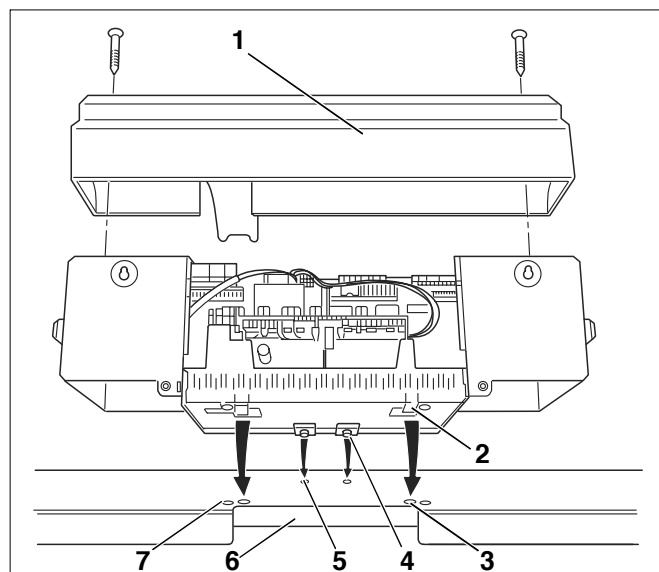

Fig. 27 Montarea aparatului de reglare
În figura 27 sunt reprezentate aparatul de reglare și capacul din față (fig. 27, **poz. 1**), văzute din spate.
- Slăbiți cele două șuruburi din capac (fig. 27, **poz. 1**). Îndepărtați capacul trăgându-l în sus.
- Montați aparatul de reglare împingându-l în față, introducând cârligele (fig. 27, **poz. 4**) în orificiile ovale ale capacului din față al cazanului (fig. 27, **poz. 5**).
- Trageți în față aparatul de reglare, apoi rabatați-l în spate. Cârligele elastice (fig. 27, **poz. 2**) trebuie să se fixeze în spate, în orificiile dreptunghiulare ale capacului din față al cazanului (fig. 27, **poz. 3**).
- Fixați soclul aparatului de reglare în stânga și în dreapta ghidajului pentru cablu (fig. 27, **poz. 6**) pe capacul din față al cazanului, utilizând două șuruburi pentru tablă și orificiile respective (fig. 27, **poz. 7**).
- Montați din nou capacul (fig. 27, pagina 33) pe aparatul de reglare.
- Asigurați capacul aparatului de reglare cu șuruburile aferente (fig. 27, pagina 33).